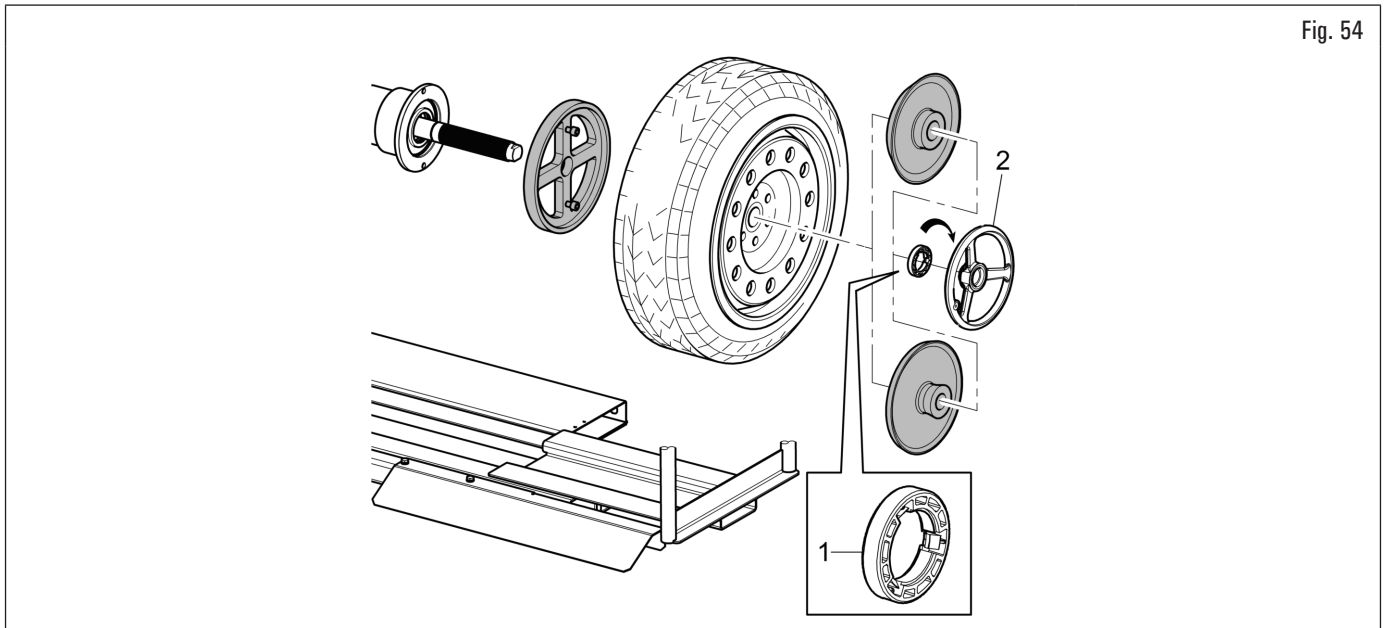

Fig. 54
Prestar especial atención a la secuencia de montaje de los accesorios de bloqueo, como se muestra en la Fig. 54.
El anillo prensador (Fig. 54 ref. 1) debe ser montado con el lado de los dientes, o las descargas, dirigido hacia la virola (Fig. 54 ref. 2).